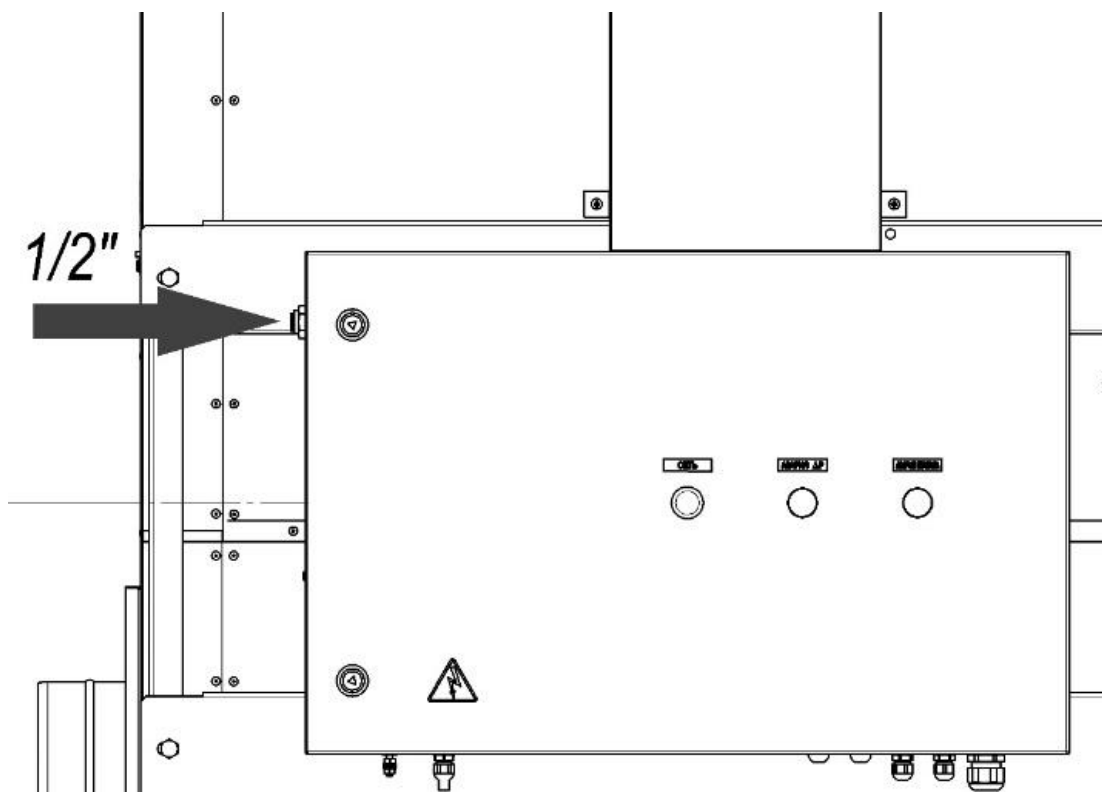

Рисунок 10
5.3.1 Подключить фильтр к системе сжатого воздуха, для этого подвести шланг диаметром 12 мм и подсоединить его через быстроразъёмное соединение, установленное на боковой стенке пульта управления (рисунок 10).